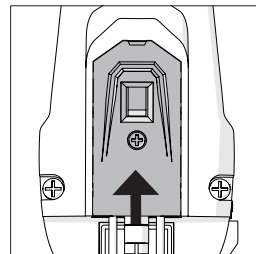

Fig. 5
Alimentarea cu energie a ghidajului cu laser este asigurată de două (2) baterii „AAA”. Atunci când se epuizează, acestea trebuie înlocuite. Accesul la compartimentul pentru baterii se obține prin slăbirea șurubului și îndepărtarea capacului compartimentului pentru baterii. (Fig. 5)